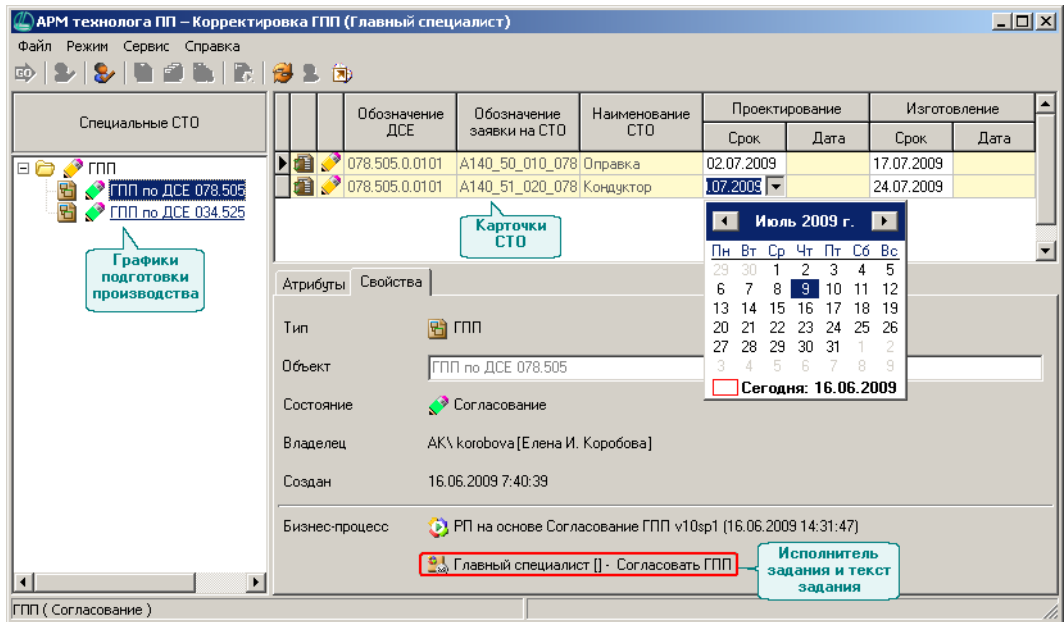

Рис. 1.14.
1. Запустите *АРМ технолога ГПП* и вызовите со страницы главного меню **Режим** команду **Гл. спец. – Корректировка ГПП**. В окне программы (рис. 1.14) вы увидите: